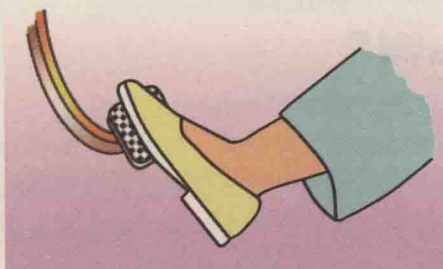

图1-18 液压制动踏板的操纵
(2) 制动踏板的操纵 液压制动踏板的操纵如图1-18所示，右脚掌踩在制动踏板上，以膝关节的伸屈动作踩下或放松。